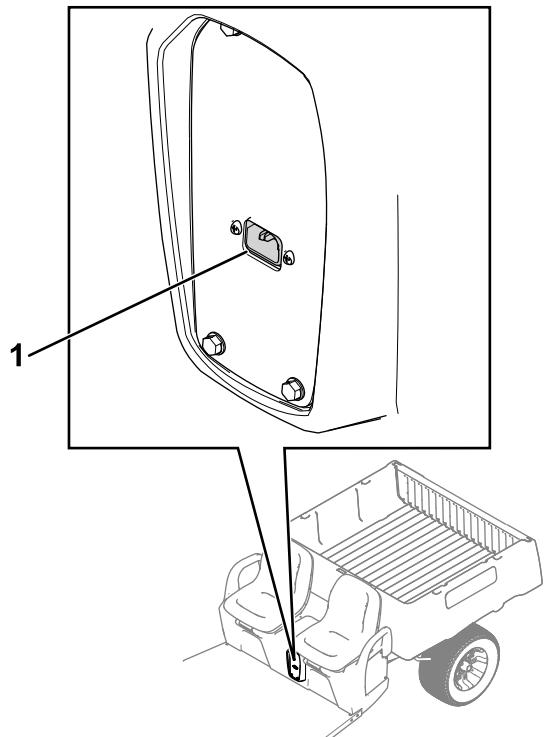

Figura 25
1. Enchufe el cable de alimentación eléctrica en la toma de corriente del cargador de la máquina (Figura 25).